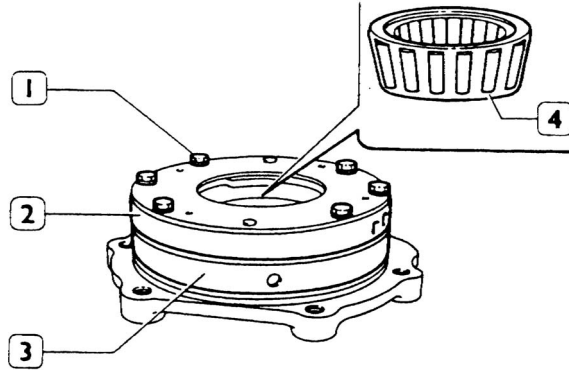

Figura 17
12. Retirar de la media-carcaza (4): el muelle (2), la válvula (1) de regulación de la presión de aceite y la pista externa (3) del rodamiento (4, figura 17).